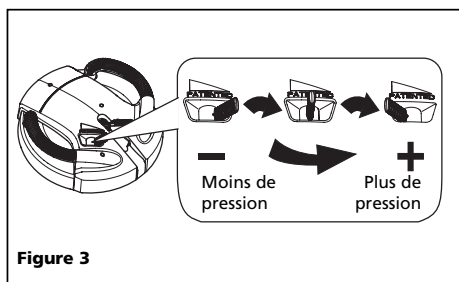

Figure 3
1. Trouver le bouton d'ajustement de pression sur le dessus du nettoyeur de surface. Utiliser ce bouton pour réduire ou augmenter la pression. Réduire la pression protégera le matériau plus doux tel que terrasses de bois et clôtures. On peut augmenter la pression pour les surfaces de béton, de brique ou de bloc (voir la figure 3).